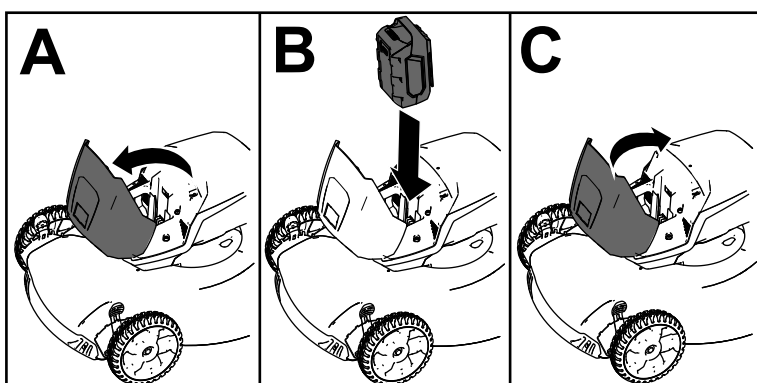

Рисунок 11
2. Поднимите крышку аккумуляторного отсека (вид А на Рисунок 11).
3. Совместите выемку в аккумуляторной батарее с выступом на машине и введите аккумуляторную батарею в отсек, пока она не зафиксируется на месте (вид В на Рисунок 11).
4. Закройте крышку аккумуляторного отсека (вид С на Рисунок 11).